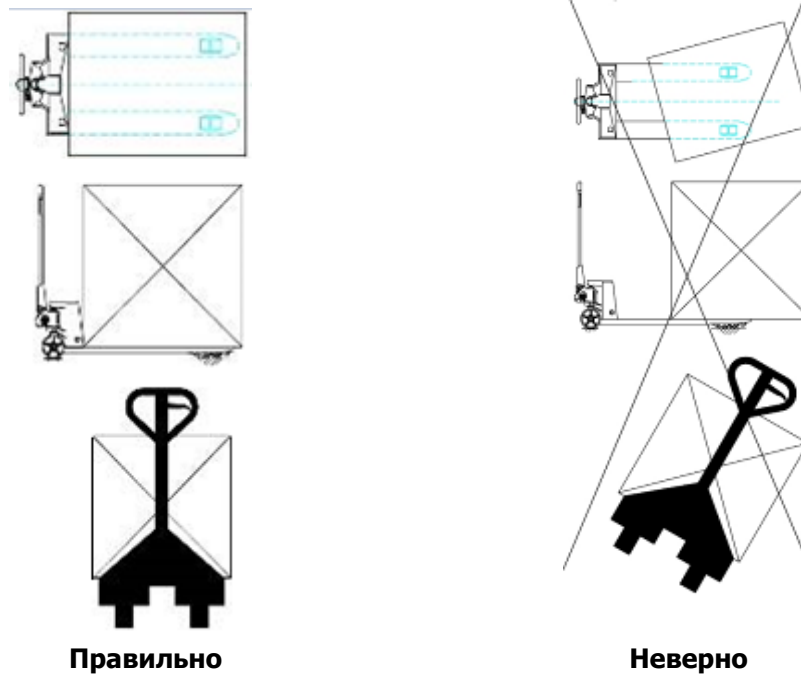

Рис.2 – Расположение груза
- Уделяйте внимание центру тяжести во избежание смещения и наклона (см. рисунок 2).